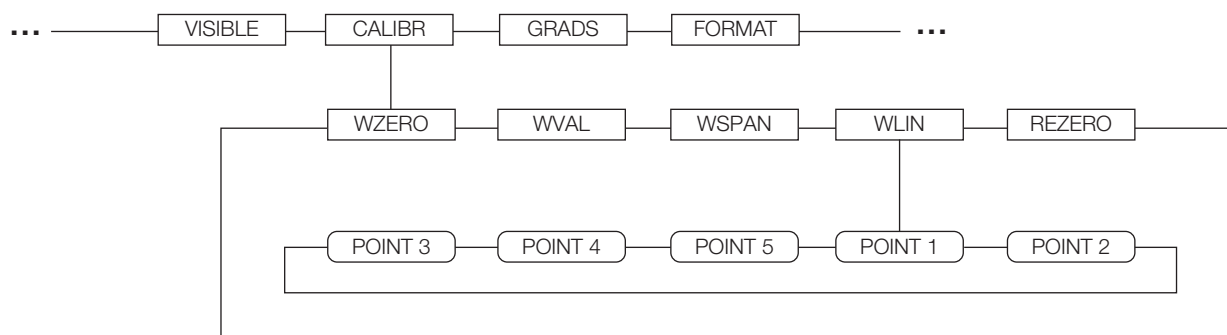
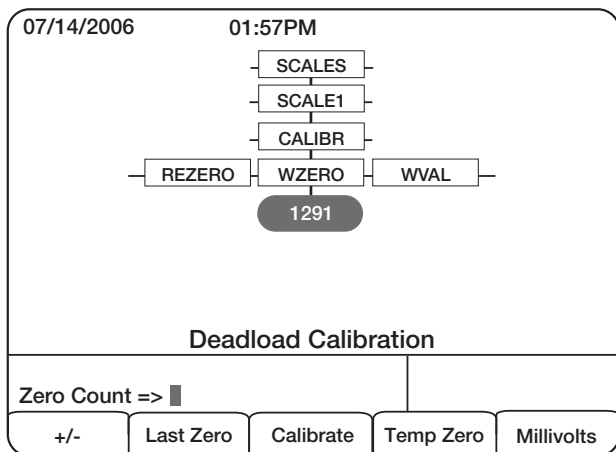

Figura 4-1. Submenú Calibration (CALIBR)
Figura 4-2. Pantalla de Calibración WZERO
El submenú CALIBR, (dentro del menú, Figura 4-2) se emplea para calibrar el indicador 920i. Las pantallas de puntos de calibración del Cero, Amplitud y Linearización, ofrecen un conjunto de teclas suaves que se emplean específicamente para procedimientos de calibración:
2. Con el menú **SCALES** en pantalla, presione la tecla **down**, seleccionando la báscula por calibrar. Presione **down** (parámetro **GRADS** resaltado), presione **left** resaltando el submenú **CALIBR** (Figura 4-1). Presione **down** para llegar a **WZERO** (Figura 4-2).